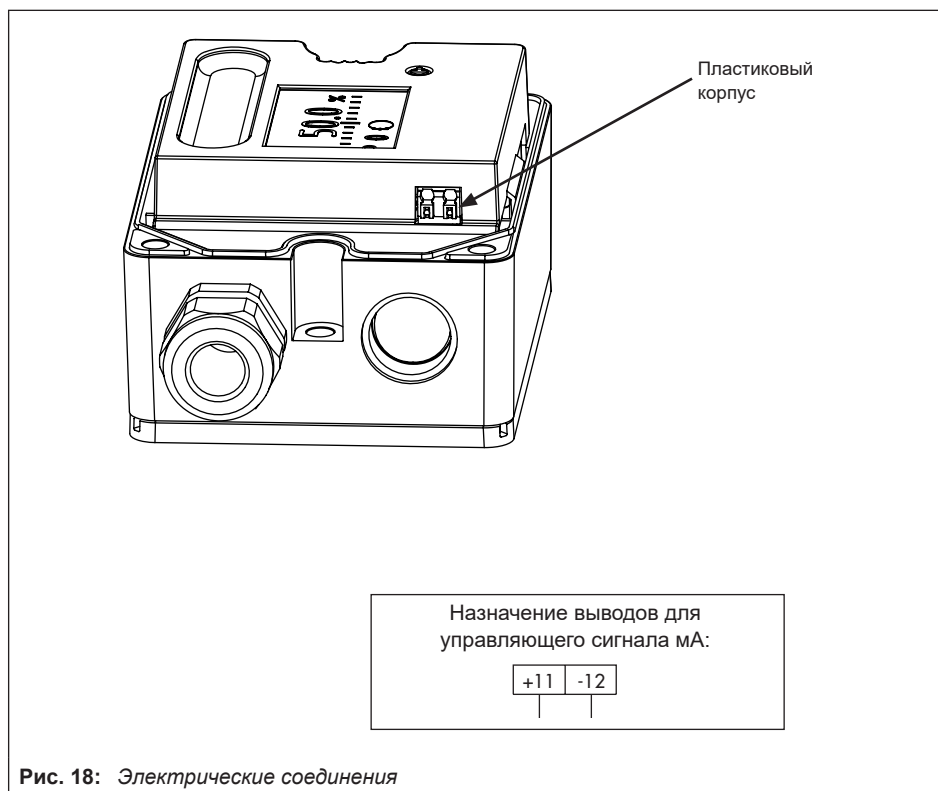

Рис. 18: Электрические соединения
- ➔ Чтобы разблокировать пружинные клеммы, слегка вдавите пластиковый корпус (Рис. 18) в клеммный блок с помощью шлицевой отвертки.
- ➔ Подключите электропитание (регулирующий сигнал mA) согласно Рис. 18.